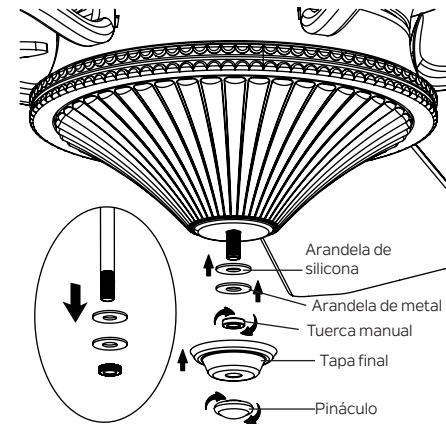

Figura 25
Paso 2. Quite y guarde la tuerca manual, la arandela de metal y la arandela de silicona de la varilla roscada en el kit de luces. (Figura 25)
Paso 3. Levante la pantalla de vidrio hasta el kit de luces, lo que permite que la varilla roscada pase por el orificio central en la parte inferior de la pantalla de vidrio. Coloque la arandela de silicona y la arandela de metal sobre la varilla roscada, luego atornille la tuerca manual en la varilla roscada hasta que quede apretada. NO AJUSTE EN EXCESO. (Figura 25)
Paso 4. Instale la tapa del remate y el remate en la varilla roscada y apriételos firmemente. (Figura 25)